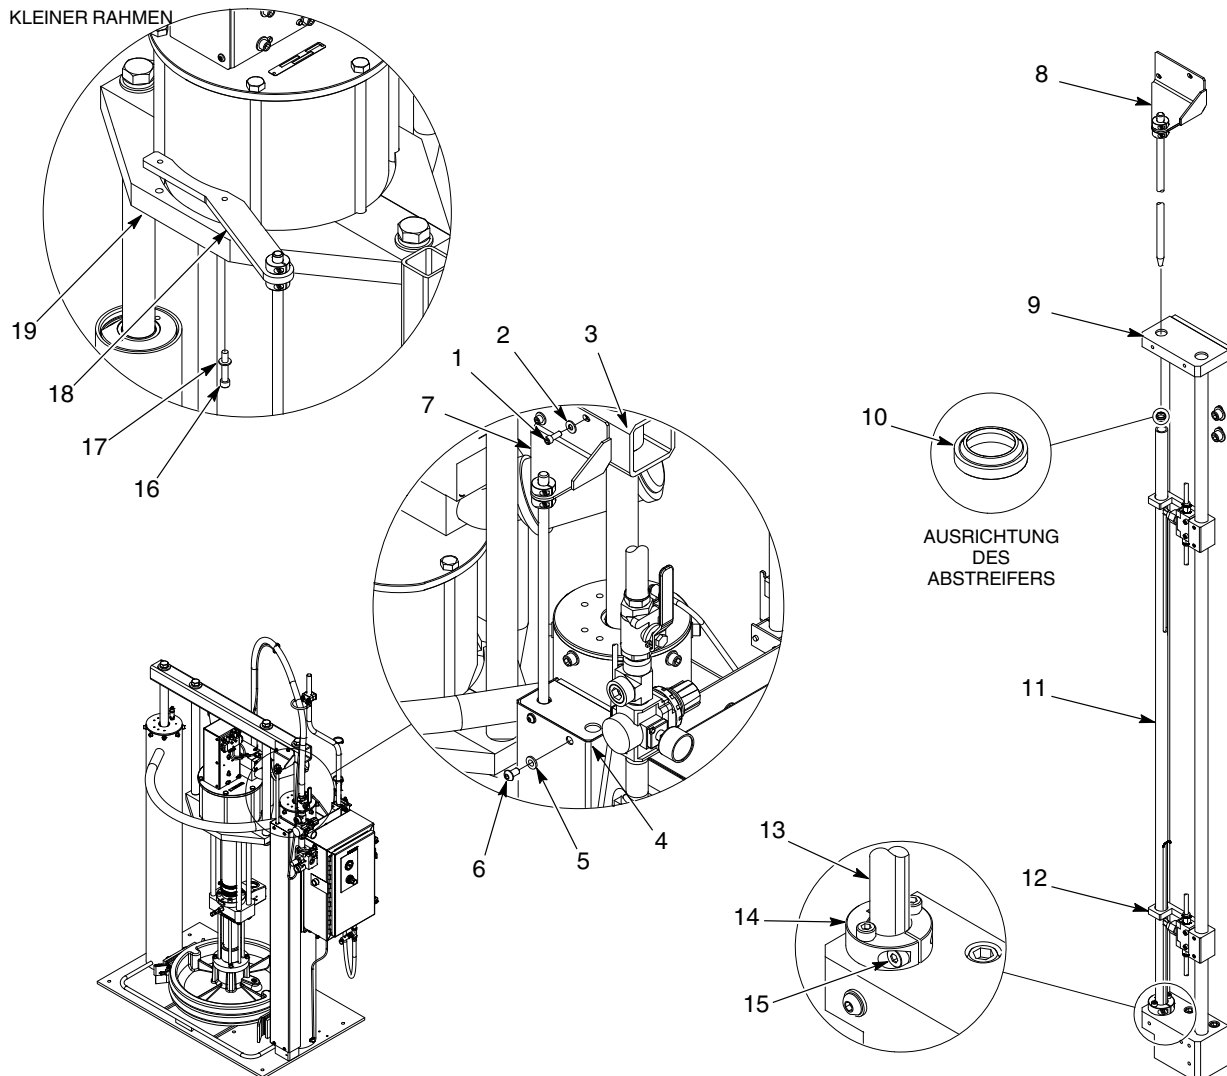
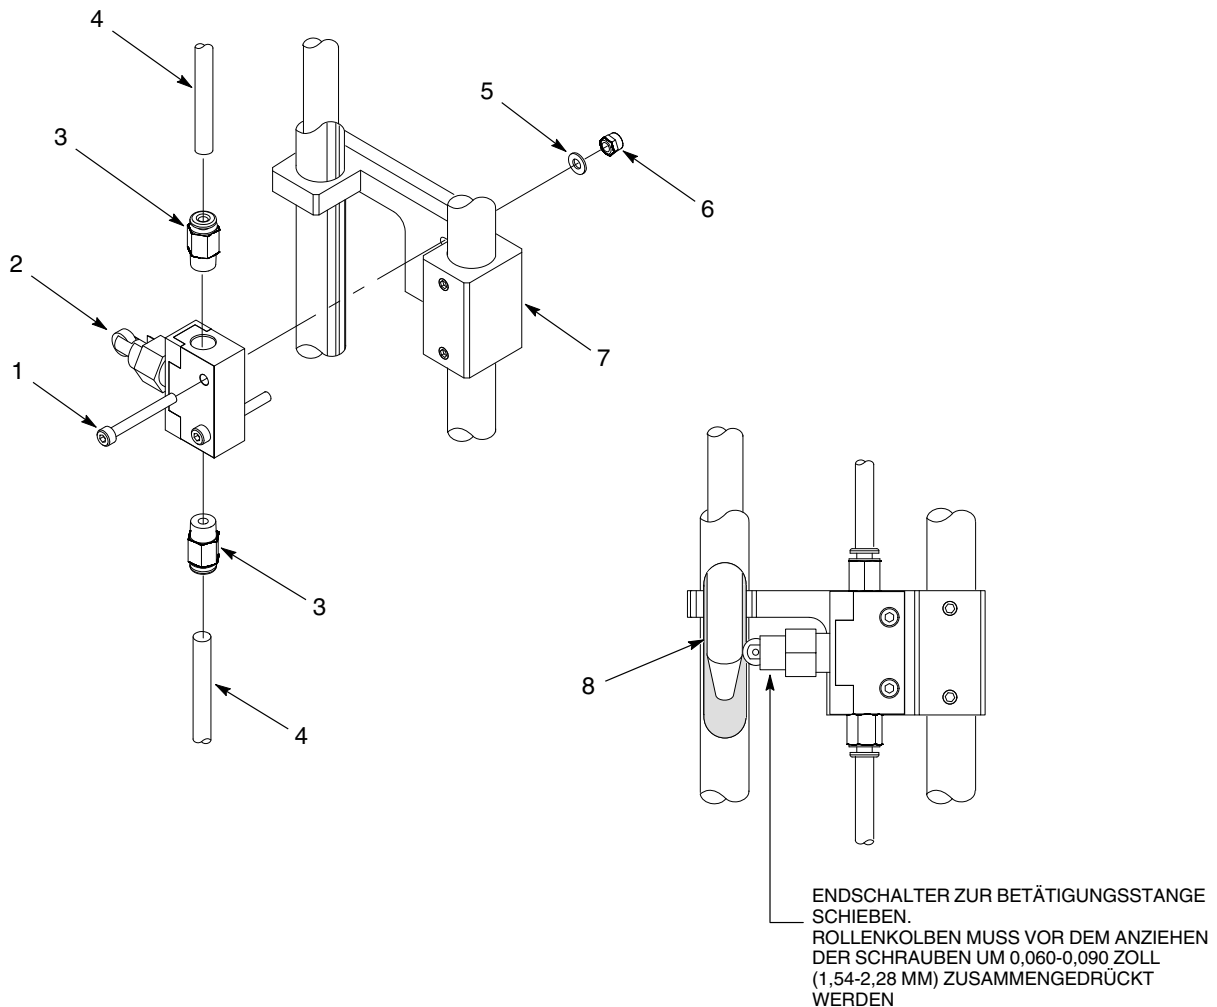
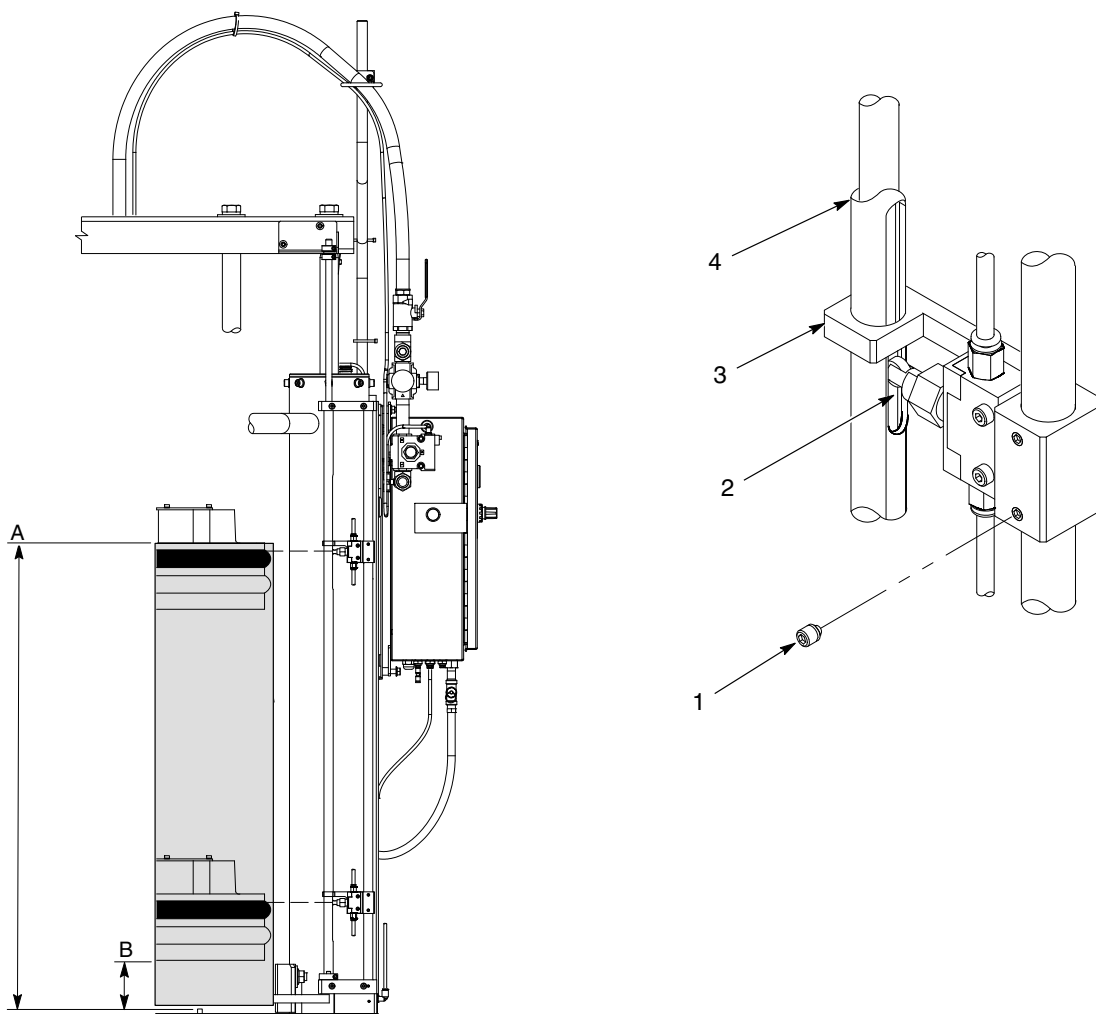

Abb. 2 Typisches Vorgehen beim Austausch der Abstreifdichtung (großer Rahmen abgebildet)
Abb. 3 Endschalter ersetzen
Abb. 4 Endschalter einstellen (großer Rahmen abgebildet)
- Siehe Abb. 2. Die Schrauben (6) und Unterlegscheiben (5) abnehmen, mit denen die Abdeckung (4) an der Basisplatte (9) befestigt ist.
- Großer Rahmen:** Die Schrauben (1) und Unterlegscheiben (2) abnehmen, mit denen die Halterung (7) am Querrohr (3) befestigt ist.
1. Siehe Abb. 2. Die Schrauben (6) und Unterlegscheiben (5) abnehmen, mit denen die Abdeckung (4) an der Basisplatte (9) befestigt ist.
2. Siehe Abb. 3. Die Schläuche (4) von den Anschlüssen (3) trennen.
3. Die Sicherungsmutter (6), Unterlegscheibe (5) und Schrauben (1) abnehmen, mit denen der Endschalter (2) an der Schalterhalterung (7) befestigt ist.
4. Die Anschlüsse (3) entfernen und am neuen Endschalter (2) installieren.
5. Den neuen Endschalter (2) mit den Schrauben (1), Unterlegscheiben (5) und Sicherungsmuttern (6) an der Halterung (7) installieren. Die Schrauben jetzt noch nicht anziehen.
6. Die Schläuche (4) an den Anschlüssen (3) installieren.
7. Den Endschalter (2) zur Betätigungsstange (8) schieben, bis der Rollenkolben des Endschalters um 0,060-0,090 Zoll (1,54-2,28 mm) zusammengedrückt ist. Die Schrauben (1) fest anziehen.
8. Einstellungen des Endschalters (2) prüfen.
9. Siehe Abb. 2. Abdeckung (4) mit den Schrauben (6) und Unterlegscheiben (5) an der Basisplatte (9) installieren. Die Schrauben fest anziehen.
Siehe Abb. 4 und nachstehende Schalterbeschreibungen in Tabelle 1 vor den Einstellungen. Zum Neueinstellen der Endschalter wie folgt vorgehen:
2. Siehe Abb. 4. Die Gewindestifte (1) lösen, mit denen die Schalterhalterung (3) an den Führungsschienen (4) befestigt ist.
3. Die Schalterhalterung (3) in die gewünschte Höhe schieben und die Einstellschrauben (1) festziehen.
4. Einstellungen der Endschalter (2) prüfen.
5. Siehe Abb. 2. Abdeckung (4) mit den Schrauben (6) und Unterlegscheiben (5) an der Basisplatte (9) installieren. Die Schrauben fest anziehen.